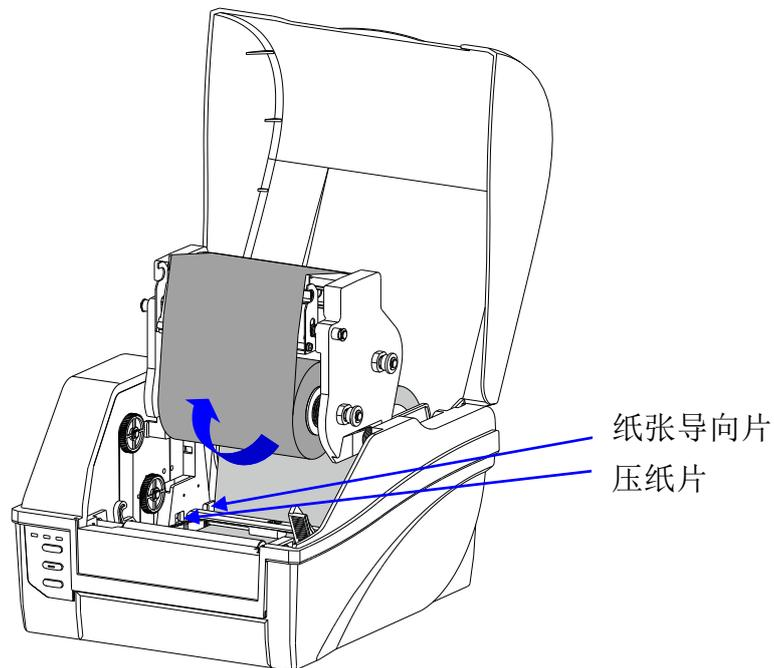

图 2-15 穿出标签纸
3. 抬起打印模组，将标签纸依次穿过纸张导向杆下方、穿透式纸张探测器下方，然后送至纸张导向片前端的压纸片下，将两个纸张导向片靠紧标签纸，但不能挤压使其变形。如图 2-15 所示。